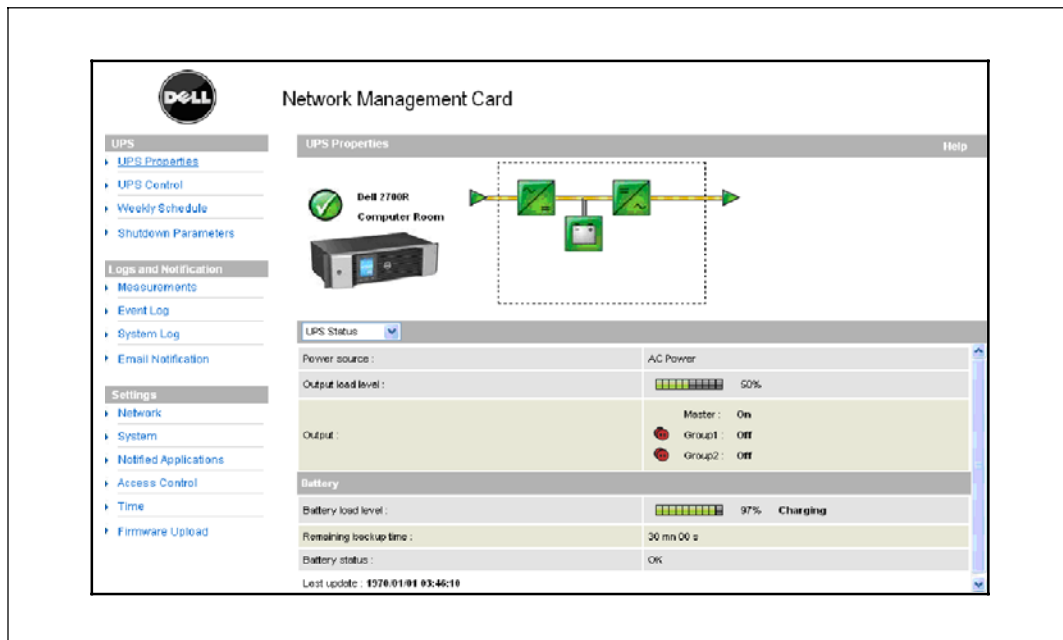

图 12. 主页
- 2 在地址栏中输入卡 **IP 地址**。 主页将显示（ 请参阅图 12 ）。